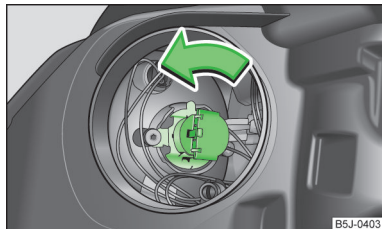

Fig. 157
- Poussez le connecteur avec l'ampoule » fig. 157 jusqu'en butée en sens antihoraire et faites-le sortir.